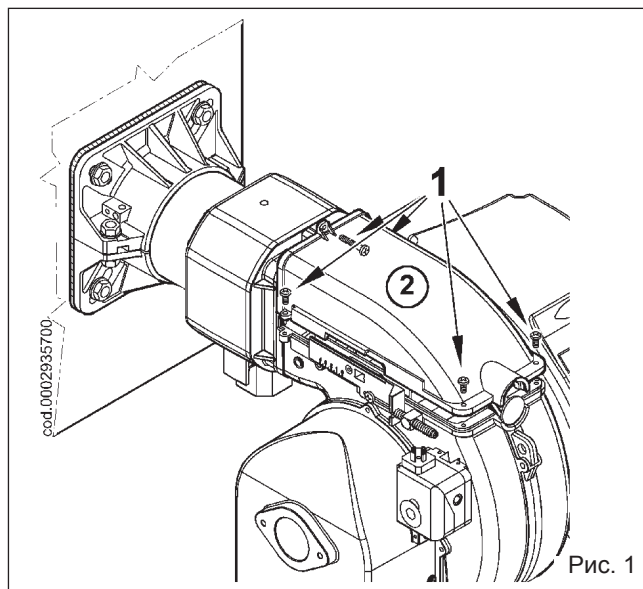

Рис. 1
- Открутите винты (1) и снимите крышку (2), смотрите рисунок 1.
- Выполните инструкции, данные в параграфе "Техобслуживание", выньте узел смещения и снимите винт (1), соединяющий шток продвижения (2) узла с газоподающей трубой (3).
- Снимите винт (5), соединяющий газовый смеситель (6) с трубой (рис. 1).
- Поверните на 180° коленчатый фитинг (4) и смеситель (6) так, чтобы вход газа был обращен вверх (рис. 1). Снова закрепите смеситель и шток продвижения узла к газоподающей трубе.
- Теперь снимите 4 гайки (7), показанные на рисунке 2, освободите огневую трубу (8) от соответствующих шпилек и установите ее обращенной вверх резьбовым соединением для крепления газовой рампы.